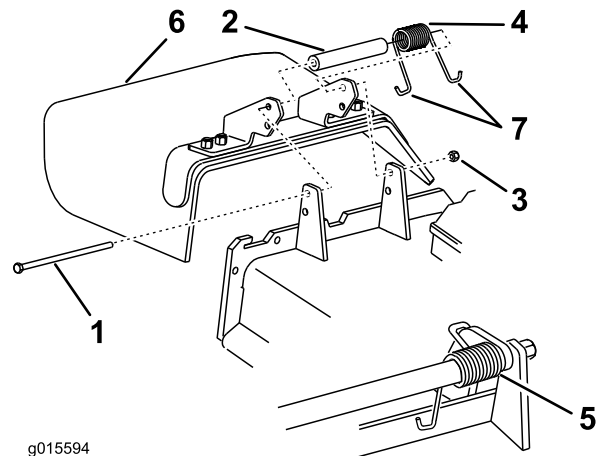

Figure 94
1. Retirez le contre-écrou, le boulon, le ressort et l'entretoise qui fixent le déflecteur aux supports de pivot (Figure 94). Enlevez le déflecteur s'il est endommagé ou usé.
**Remarque:** Prenez soin de placer une extrémité en J du ressort derrière le bord du tablier avant de mettre le boulon en place, comme illustré à la Figure 94.
3. Remettez le boulon et l'écrou. Accrochez une extrémité en J du ressort au déflecteur d'herbe (Figure 94).